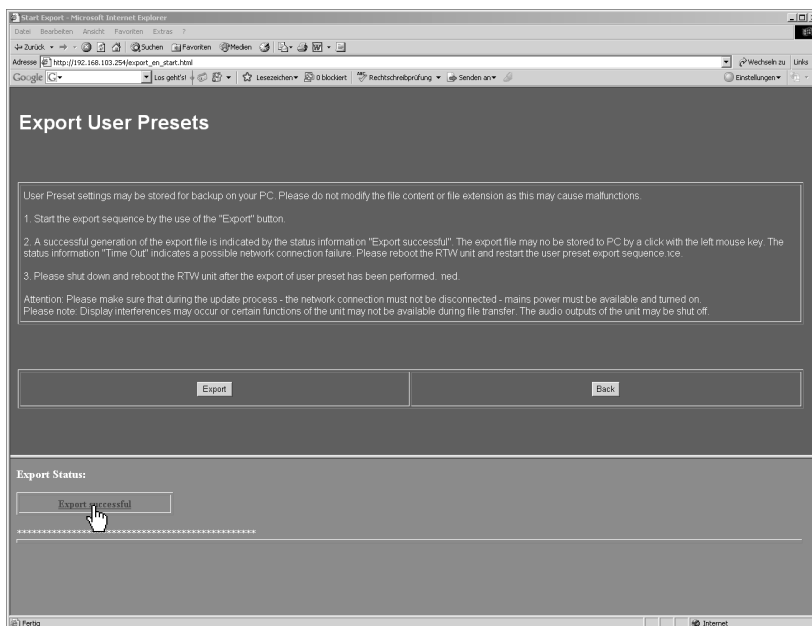

Bild 8-15: Der Export ist generiert und kann abgespeichert werden
- Wenn der Export-Status auf die blaue Bezeichnung „Export successful“ (siehe Bild 8-15) wechselt, kann der Export abgespeichert werden. Klicken Sie mit der Maus auf „Export successful“ (siehe Bild 8-15).